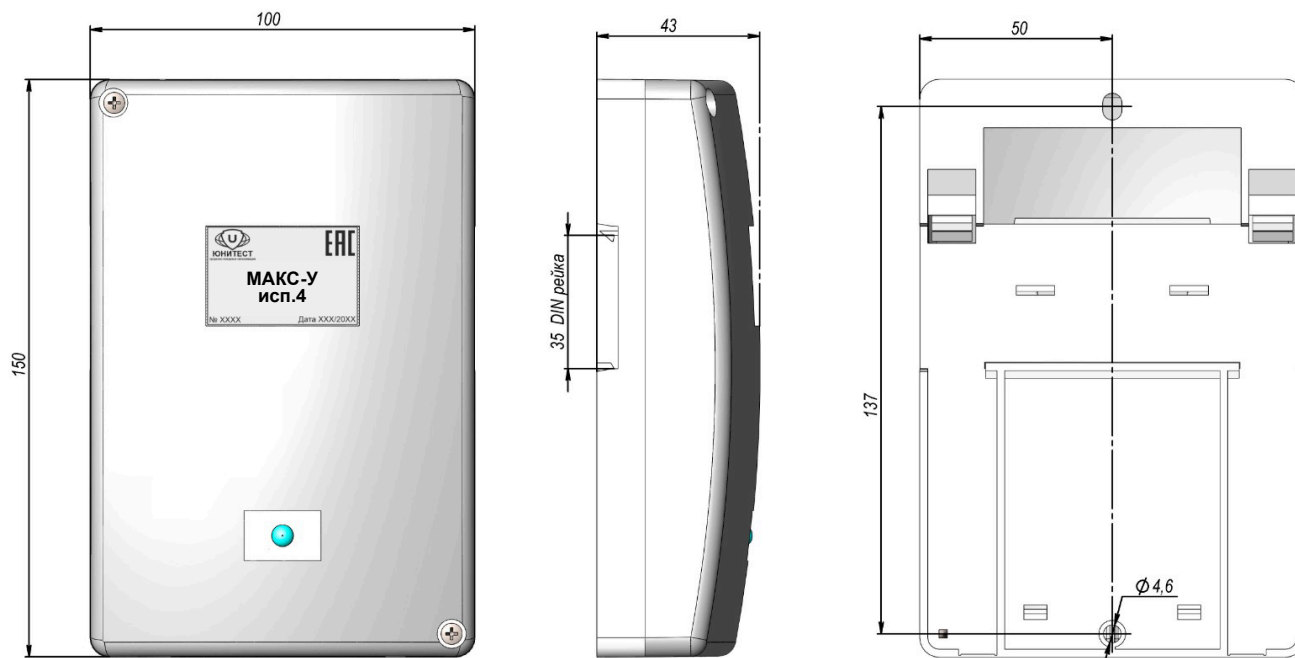

Рис.1. Габаритные и установочные размеры МАКС-У исп.4.
2.1.2. Габаритные и установочные размеры модуля показаны на рис.1.